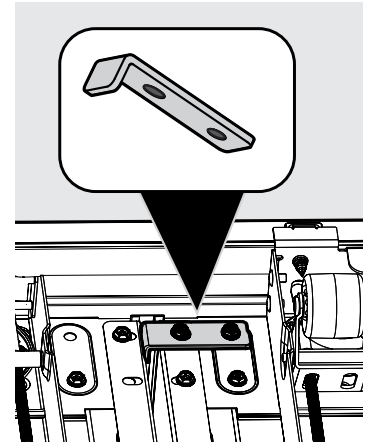

Fig. 8
4. Con el refrigerador todavía boca arriba, use una llave para tuercas de 5/16" para retirar dos pernos 4H y ajustar la barra en L 10H (Fig. 8).